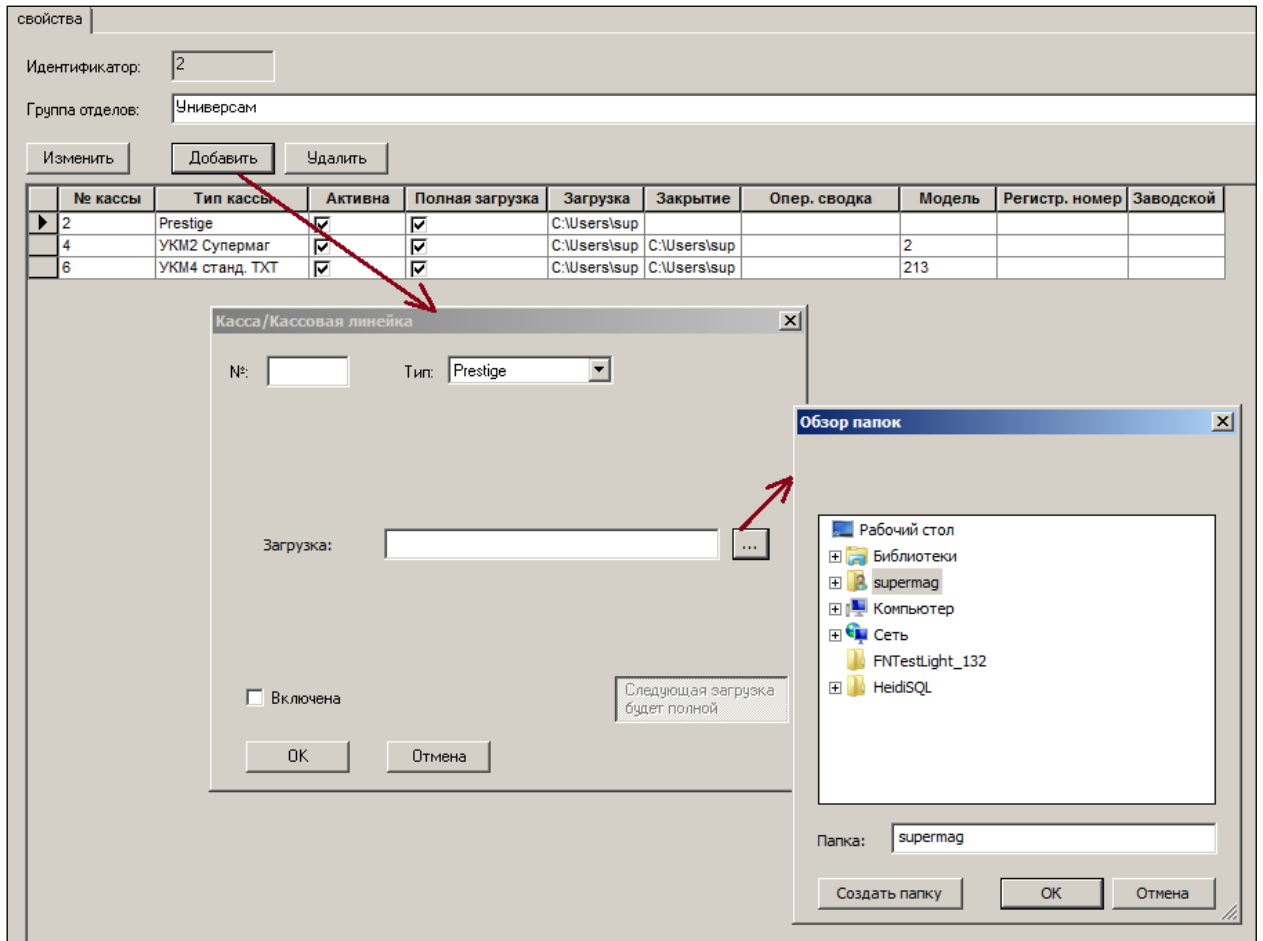

Рисунок 11 – Добавление кассы
5. Установить параметры кассы, нажав кнопку **Добавить**. Набор параметров кассы зависит от типа кассы (Рисунок 11 – Рисунок 13):